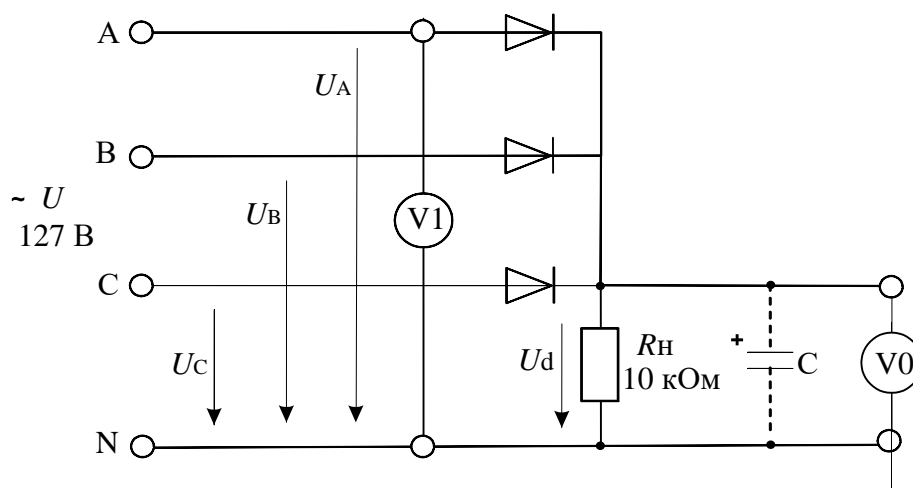

Рисунок 8 – Неуправляемый выпрямитель трехфазного тока
3.1. Соберите цепь трехфазного выпрямителя с нулевым выводом согласно схеме (рис.8) и подайте на ее вход переменное трехфазное напряжение 7 В, 50 Гц. На схеме V0 и V1 — входы коннектора. При сборке схемы обратите внимание на полярность электролитического конденсатора. В первом опыте  $C=0$  (конденсатор отсутствует).